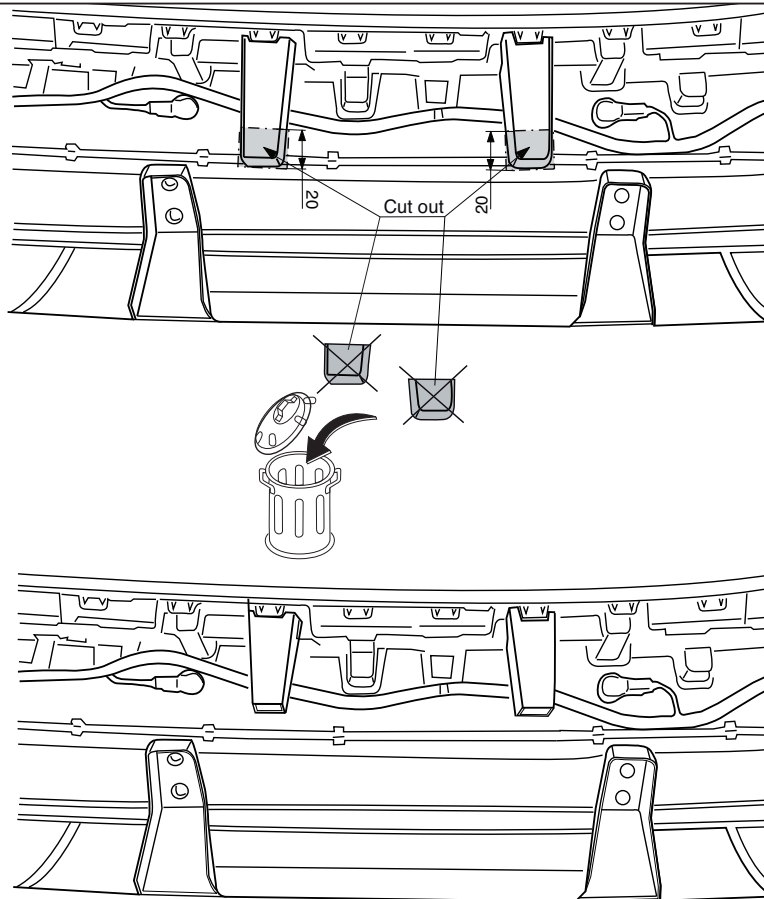

Fig.3
8. Вырезать указанные части из внутренней арматуры бампера, как указано на рис. 3. .